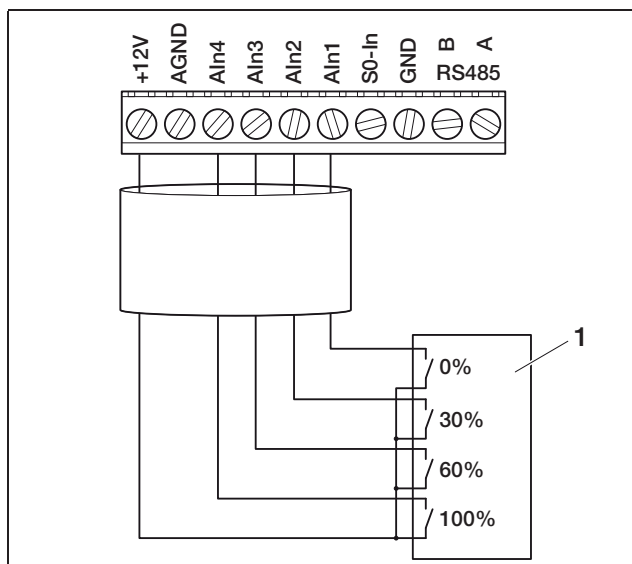

Figure 65: Raccordement du récepteur centralisé à l'onduleur
- Raccordez les câbles du récepteur centralisé conformément à l'affectation des raccordements (figure 65 et tableau 11).